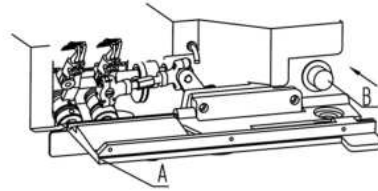

图10 (Fig. 10)
2. 在穿弯针线时, 打开前盖(A), 旋转手轮, 将针杆转至最高点后, 将弯针架控制按钮(B)沿箭头方向压入, 使弯针架轴与带动连杆分离, 然后将弯针架(C)向前扳出, 即可进行穿线。(图10)